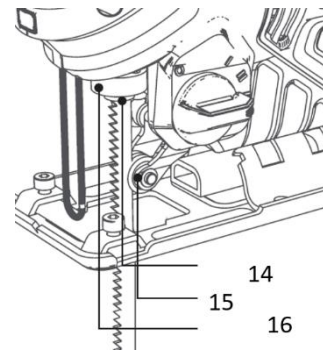

Рисунок 2.2.1. установка оснастки.
1. Откройте зажим пилки «16» (рисунок 2.2.1.), повернув его по часовой стрелке.
Для снятия пилки откройте зажим пилки «16» (рисунок 2.2.1.), повернув его по часовой стрелке и извлеките пилку.